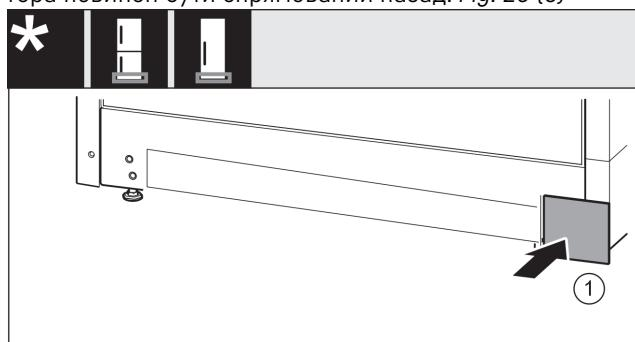

Fig. 21
- Знову одягнути кришку з іншого боку. Fig. 21 (1)